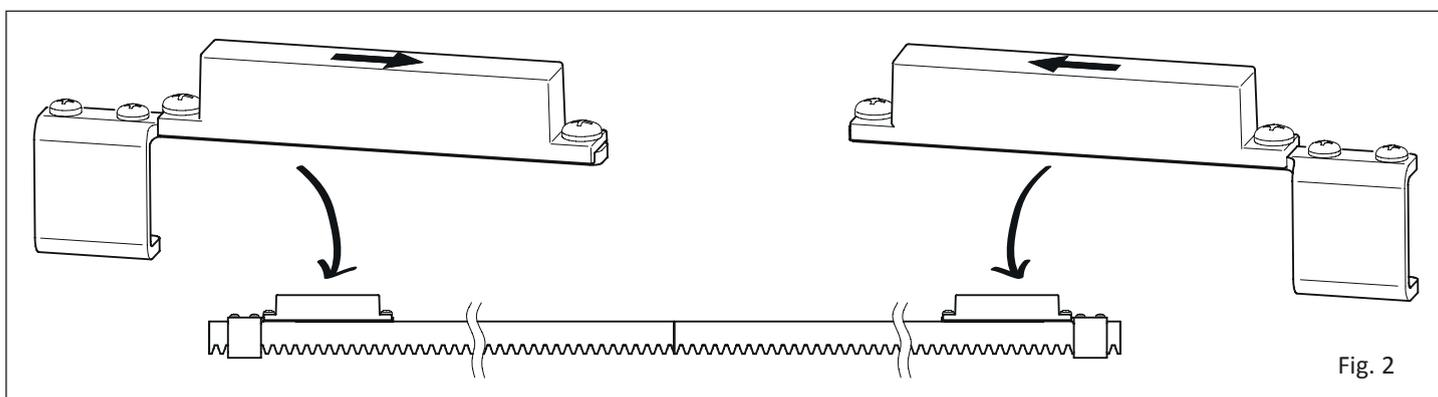

Fig. 2
- Si les fins de course sont de type magnétique, les flèches doivent être orientées vers le centre de la crémaillère (fig. 2).
- Si los finales de carrera son de tipo magnético las flechas tendrán que estar dirigidas hacia el centro de la cremallera (fig. 2).
- Se os fins de curso forem do tipo magnético as setas devem ser dirigidas para o centro da cremalheira (fig. 2).